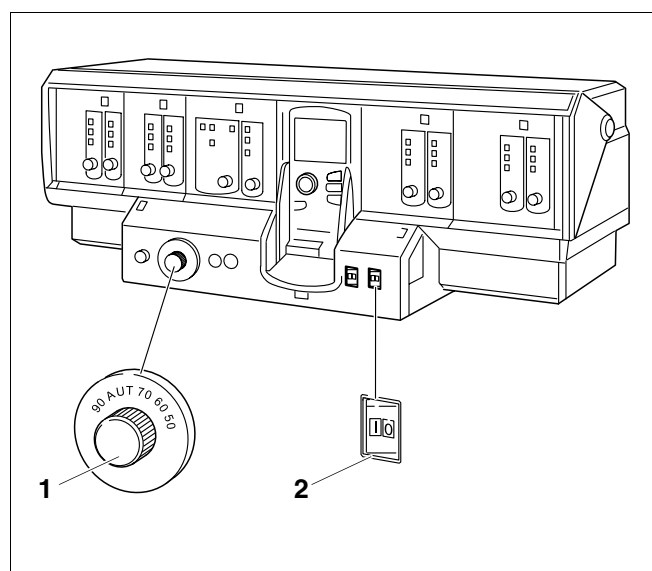

Fig. 3 Apparecchio di regolazione (qui p.e.: Logamatic 4000)
Mettere in funzione la caldaia con l'apparecchio di regolazione (nel presente esempio, fig. 3: apparecchio di regolazione della serie 4000). Con la messa in esercizio dell'apparecchio di regolazione si mette automaticamente in funzione anche il bruciatore. Il bruciatore può essere quindi avviato mediante l'apparecchio di regolazione. Per ulteriori informazioni consultare le istruzioni per l'uso dello specifico apparecchio di regolazione usato o del bruciatore.
- Posizionare il termostato di regolazione dell'acqua della caldaia (fig. 3, **pos. 1**) su "AUT".
- Posizionare l'interruttore di esercizio (fig. 3, **pos. 2**) su "I" (ON).
- Posizionare l'interruttore di esercizio (fig. 3, **pos. 1**) su "0" (OFF).